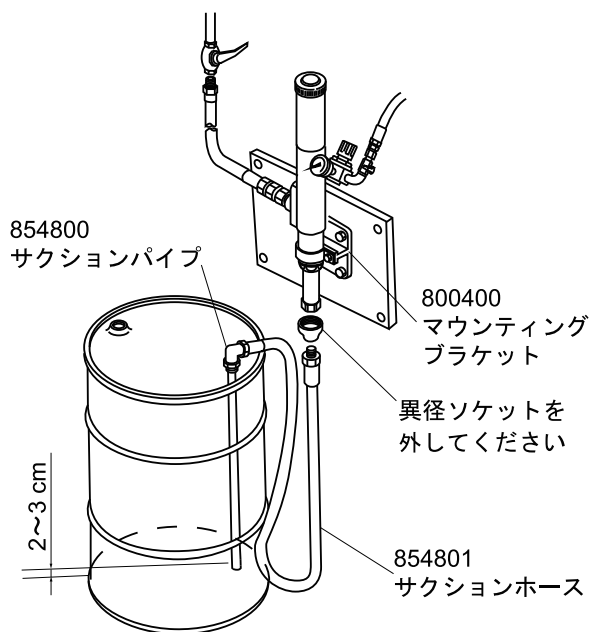

Fig.4
- 1) マウンティングブラケット(別売:製品番号 800400)のポンプ固定用バンドのボルトを緩めてバンドを外してください。(Fig.4)
- 5) 前項 [ドラムポンプの場合] 4)項と同じようにドラム缶底とサクションチューブ吸入口の間隔を調整してください。(Fig.4)